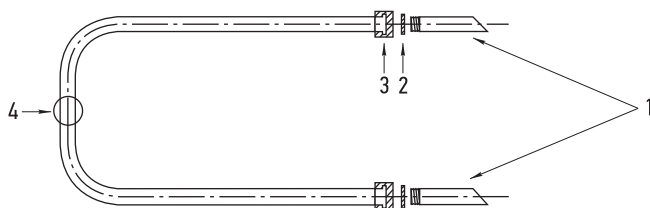

Рис. 5
4.1. Полотенцесушитель П-образный, «Гусли», «Ли́ра», комплектуются согласно схеме подключения (рис. 5, 6, 7):
6.4. Монтаж полотенцесушителя производить согласно схеме (см. рис. 5, 6, 7, 8).